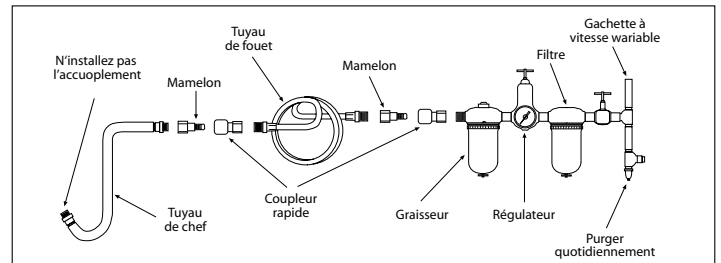

FIG. 1
2. Use la llave inglesa para quitar la cabeza del armazón. (Fig. 1)